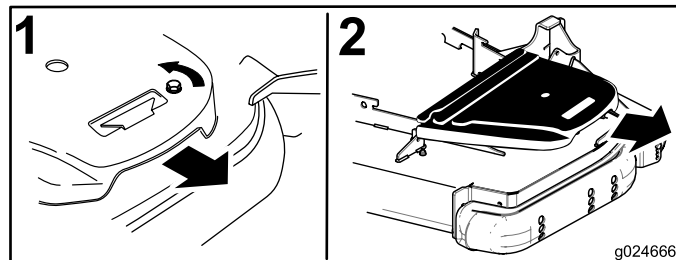

**Figura 69**
7. Utilice una llave de carraca en el taladro cuadrado del brazo tensor para aliviar la tensión del muelle tensor (Figura 69).